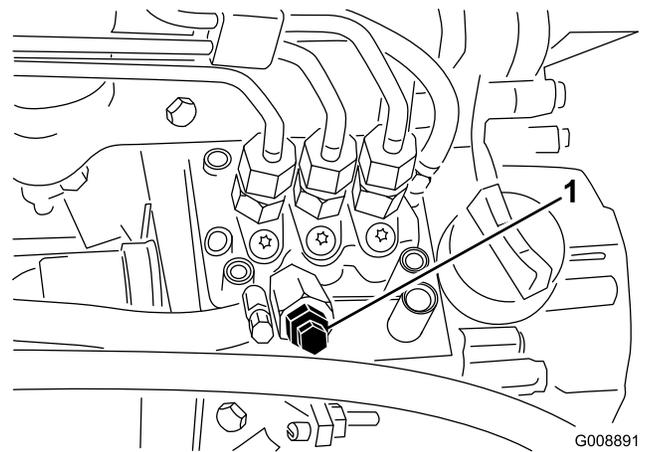

Рисунок 81
4. Выверните продувочный винт из насоса для впрыска топлива (Рисунок 81).